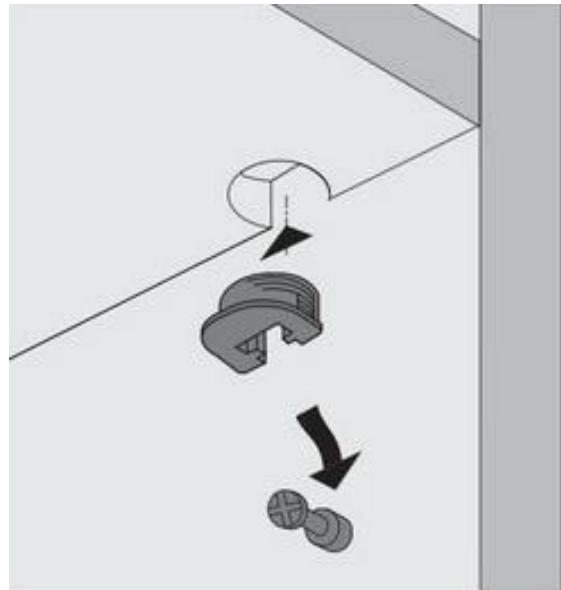

Рис. 1
В гнезда на полках (5) и (10) установить врезные полкодержатели VB 135 (см. рис. 1).
Установить полки (5) и (10), надев их сверху до упора на дюбели, предварительно смонтированные на боковых стенках и перегородке (рис. 1).